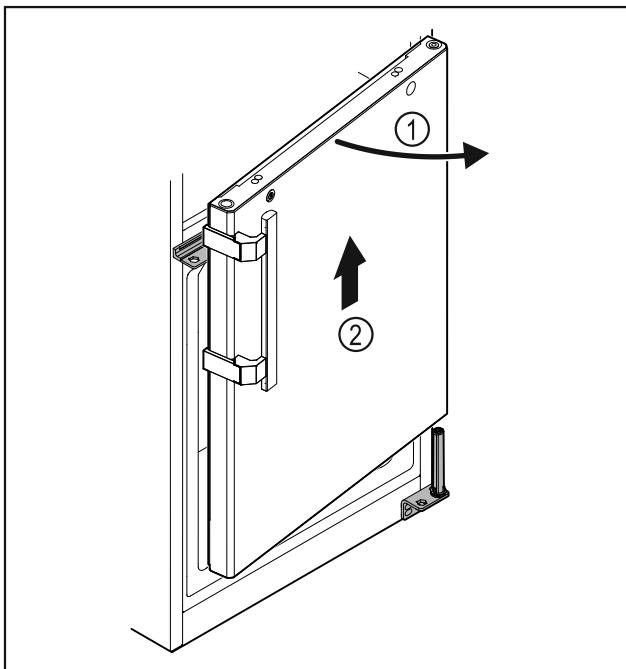

Fig. 28
- Слегка приоткройте дверь Fig. 28 (1), поднимите ее строго вертикально вверх приблизительно на 200 мм и снимите Fig. 28 (2).